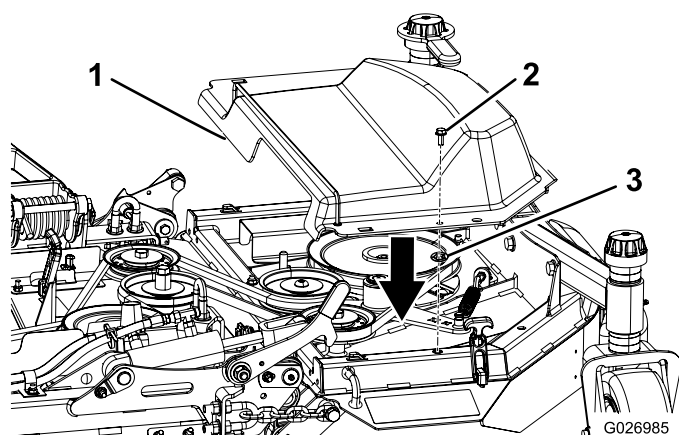

Figura 12
4. Instale um parafuso e uma porca na cobertura de plástico direita (Figura 12).